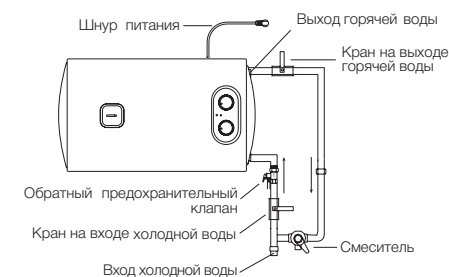

Рис. 5
1. Электрический водонагреватель следует устанавливать на твердую вертикальную поверхность (стену). Установка водонагревателей Magnum (Slim) Unifix существенно облегчается возможностью установить их как вертикально, так и горизонтально в любом месте вашего дома, в отапливаемом (!) помещении. Желательно установить водонагреватель как можно ближе к месту использования горячей воды, поскольку чем меньше длина труб, тем меньше потери тепла. Как показано на рис. 5, при горизонтальной установке водонагревателя трубы подводки должны быть расположены рядом со стеной, оставьте рекомендованное свободное пространство для технического обслуживания. Не устанавливайте водонагреватель на горизонтальной поверхности и вплотную к полу